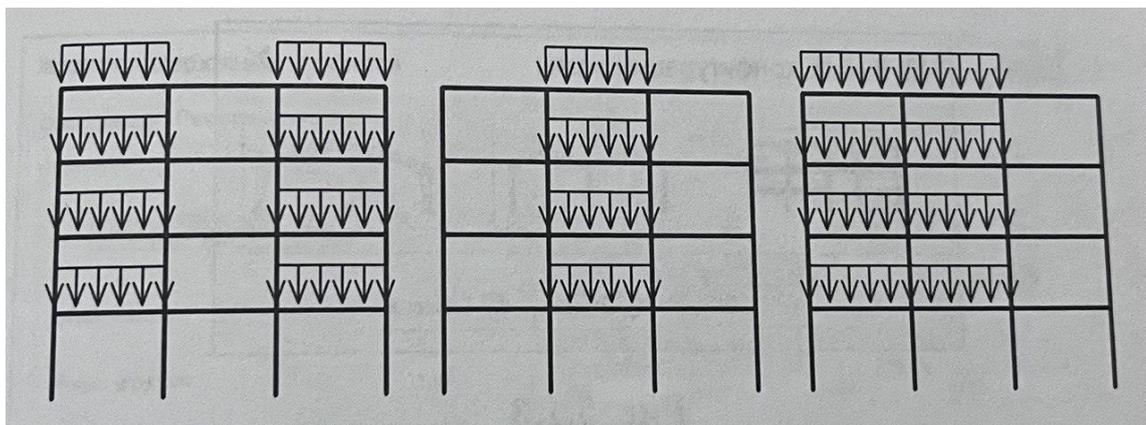

Рис. 3.2. Варианты приложения временных нагрузок
3. Задание временной нагрузки на раму по первому варианту (рис. 3.2): во вкладке **Загружения** кнопкой **Нагрузки на стержни**  вызвать одноименное диалоговое окно. Указать *Значение нагрузки* $P = 62,6$ кН/м. Нажать кнопку **ОК**. Выделить на схеме горизонтальные элементы в крайних пролетах и нажать кнопку **Подтверждение**  инструментальной панели.